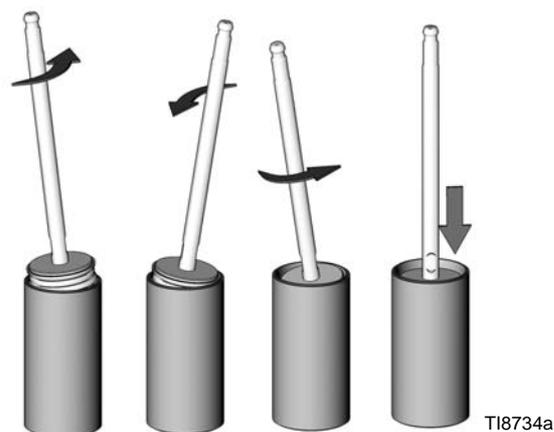

FIG. 7. Installare il pistone nel cilindro
8. Lubrificare la parte interna del cilindro (4). Fare scorrere il gruppo del pistone nel cilindro. Ruotare il pistone come illustrato in FIG. 7.